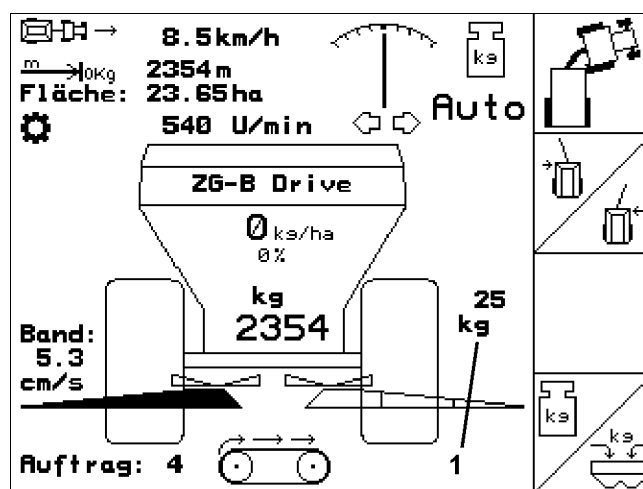

Fig. 48
- I arbetsmenyn indikeras utspridd gödselmängd (Fig. 48/1).